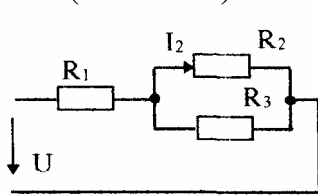

Рис. 2.9.
2.7.14. Визначити напругу U , якщо $I_2=1\text{А}$, $R_1=R_2=R_3=20\text{ Ом}$ (Рис. 2.9).